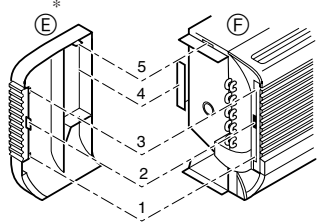

Fig. 3-9
* Estrutura do painel lateral e da estrutura da unidade (Fig. 3-9)